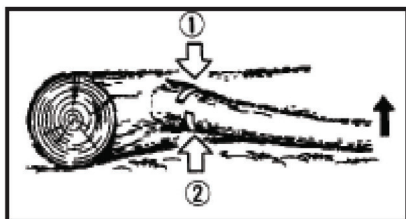

Рис. 10
6.6. Резка ветви лежащего дерева (рис.10).